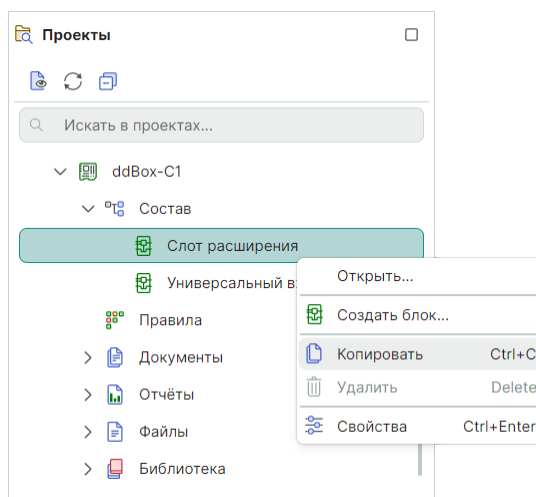

Рис. 253 Копирование блока
1. Выберите активный проект в дереве проектов на панели «Проекты», перейдите в узел «Состав», скопируйте блок в буфер, см. Рис. 253.